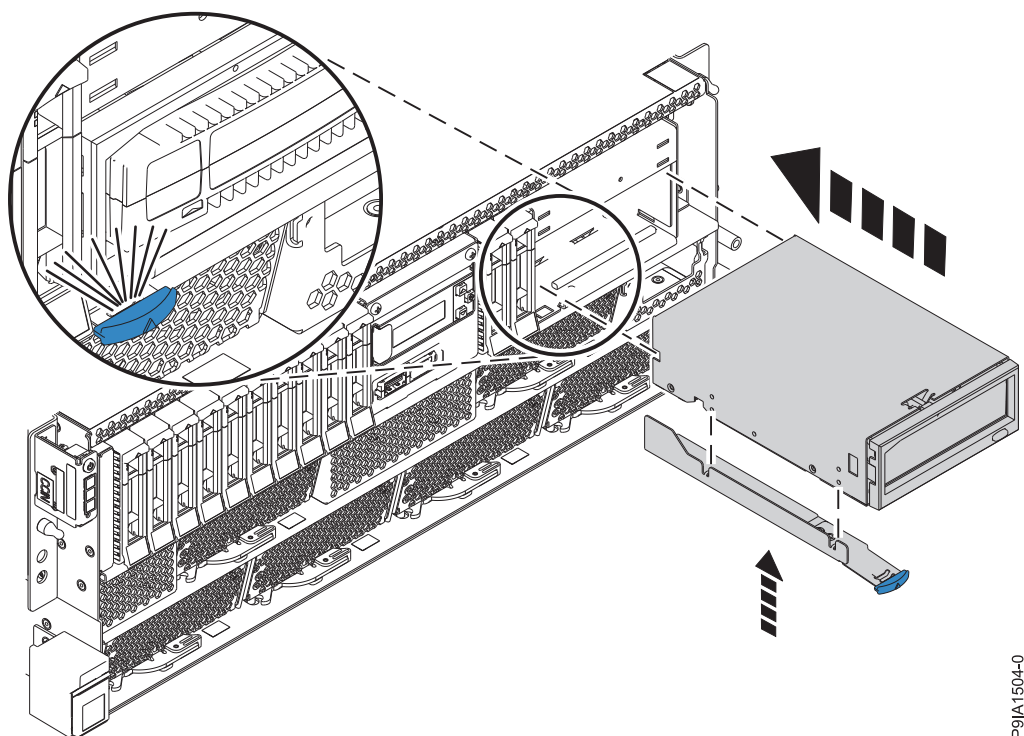
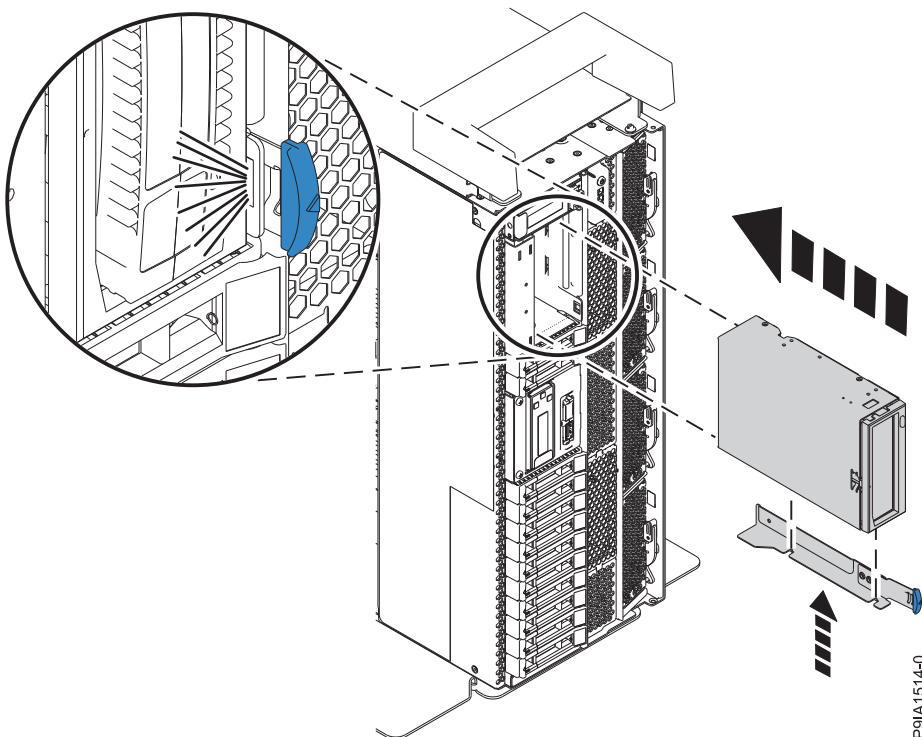

Figura 6. Sustitución de la estación de acoplamiento RDX interna de un sistema montado en bastidor
Figura 7. Sustitución de la estación de acoplamiento RDX interna en un sistema autónomo
8. Deslice la estación de acoplamiento RDX interna en el sistema hasta que quede encajada en su lugar, tal como se muestra en la Figura 6 en la página 10 o en la Figura 7 en la página 10.